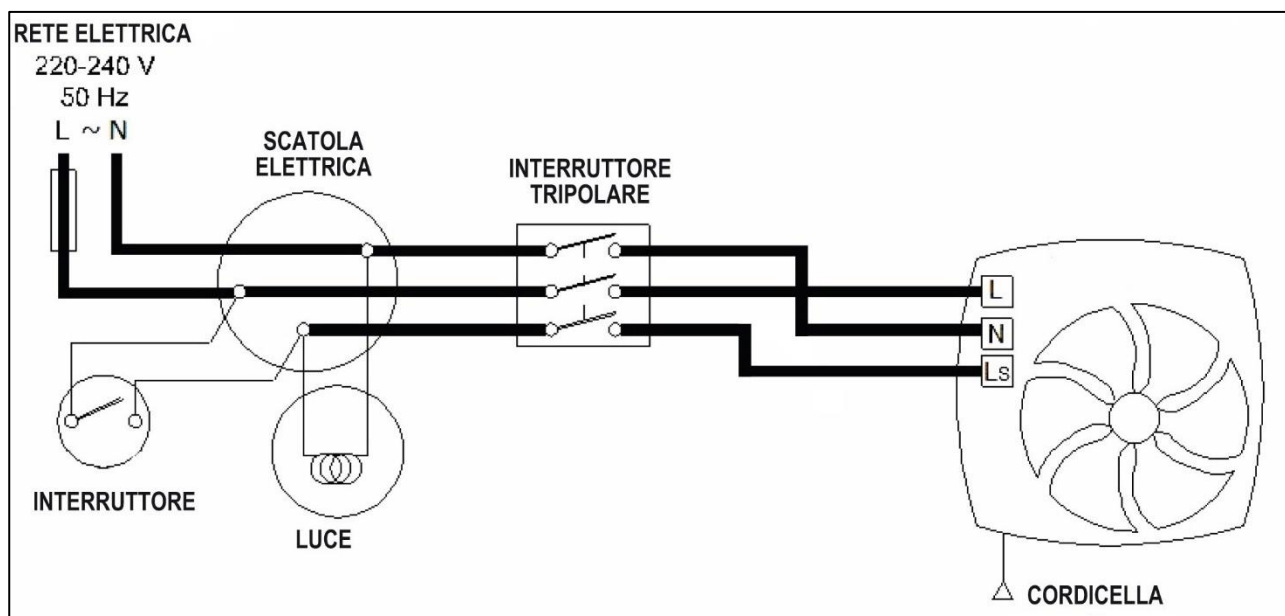

Figura 23
- b. Collegamento a interruttore luce (Figura 23)